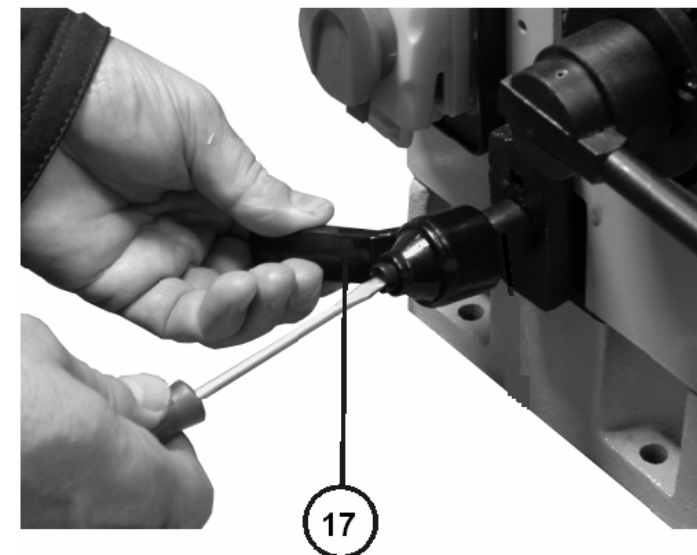

Рис. 5
8.3. Установка ручки фиксации положения передней бабки (Рис. 5)